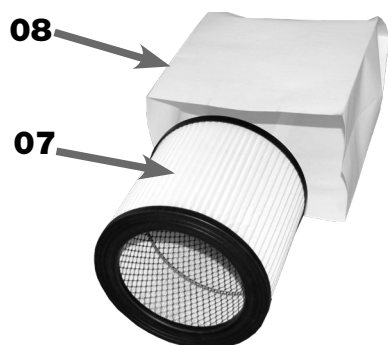

FIGURA 06A – Cartucho de Filtro e Saco de Filtro
1. COLOCAR o Cartucho de Filtro (07) no interior do Saco de Filtro (08) (figura 06A);